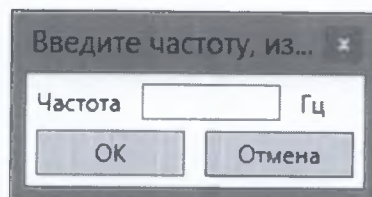

Рисунок 7.2.11
7.2.3.5 В появившемся окне (рисунок 7.2.11) ввести значения частоты в Гц, измеренные частотомером. Нажать кнопку «ОК».